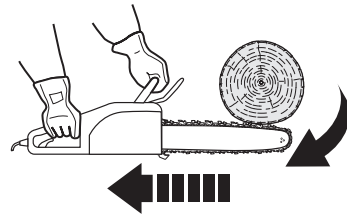

Fig. 27
2. Si la cadena de sierra (11) se pellizca a lo largo de la parte superior de la barra guía (12), ésta puede retroceder rápidamente hacia el operario (Fig. 27).